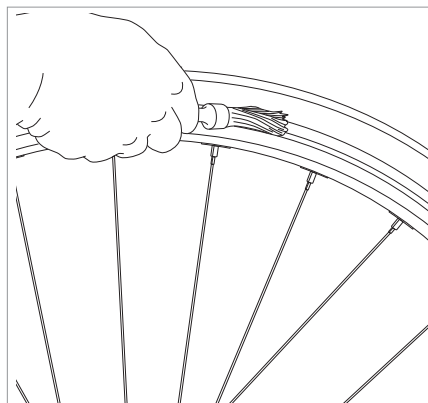

Fig.15
- Tremper un pinceau (d'un diamètre d'environ 2 cm) dans un liquide composé d'eau et de savon neutre et mouiller abondamment les talons du pneu (Fig. 15).